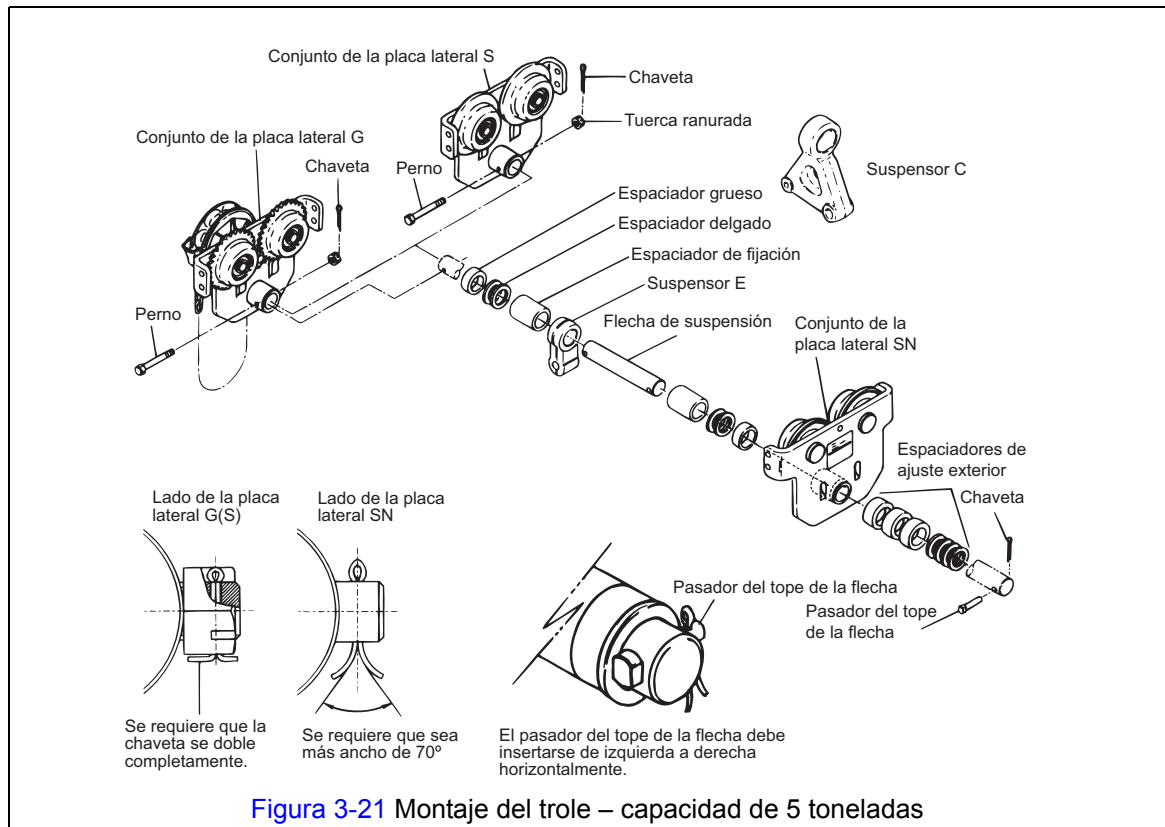

Figura 3-21 Montaje del trole – capacidad de 5 toneladas
- 7) Para una capacidad de 5 toneladas consulte la Figura 3-21.
- 9) Inserte la flecha de suspensión para la placa lateral S o G y únala con el perno de la flecha de suspensión, la tuerca ranurada y la chaveta. Consulte la Figura 3-21 Doble de manera segura ambas salientes de la chaveta después de insertarla.